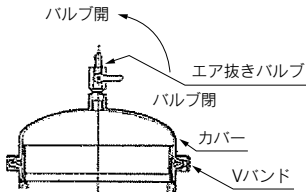

図3.エア抜きバルブの開閉
- ① 運転を停止してください。
- ② 入口、出口の順番にバルブを閉じてください。
- ③ エア抜きバルブを開いてフィルタ内圧をゼロにし、さらにドレン弁、液抜き弁を開いて内部の流体を全て排出してください。(図3.参照)
- ④ カバー締結用部品 (Vバンド等) の締付ナットを緩めカバーと“O”リングを取外して点検してください。